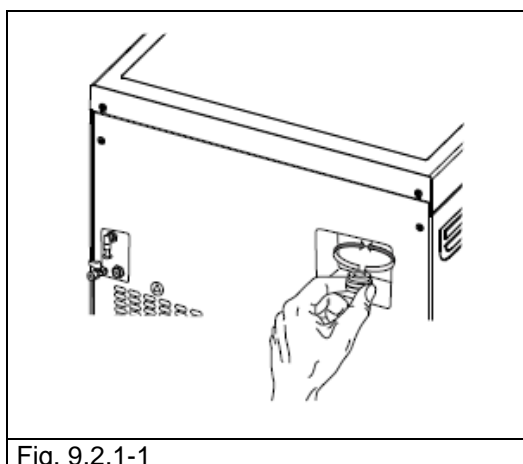

Fig. 9.2.1-1
2. Rotiți bușonul care se află pe partea superioară a valvei în sens invers până când se va roti liber (Fig. 9.2.1-1) .